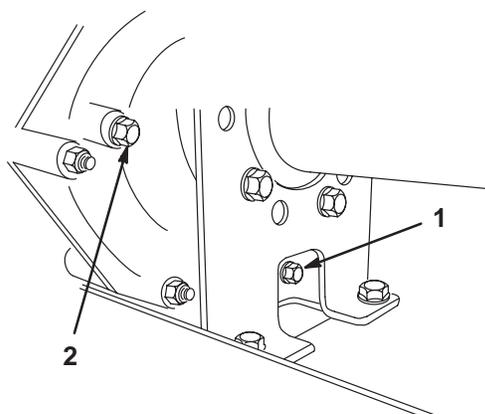
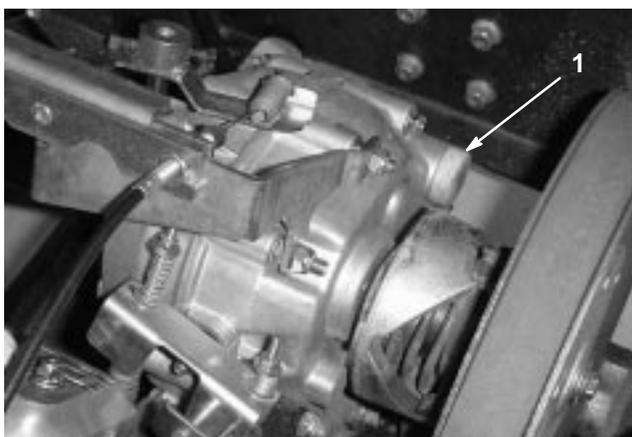

Figure 42
Figure 43
2. Enlevez le bouchon de vidange sur le côté droit du réservoir (Fig. 42) et laissez l'huile s'écouler dans un bac de vidange. Revissez le bouchon de vidange en place lorsque toute l'huile s'est écoulée.
3. Versez environ 1,4 l d'huile moteur SAE 10W30 dans le réservoir (Fig. 43) ou faites l'appoint jusqu'à ce que le niveau atteigne le bas du trou d'indication de niveau (Fig. 42).